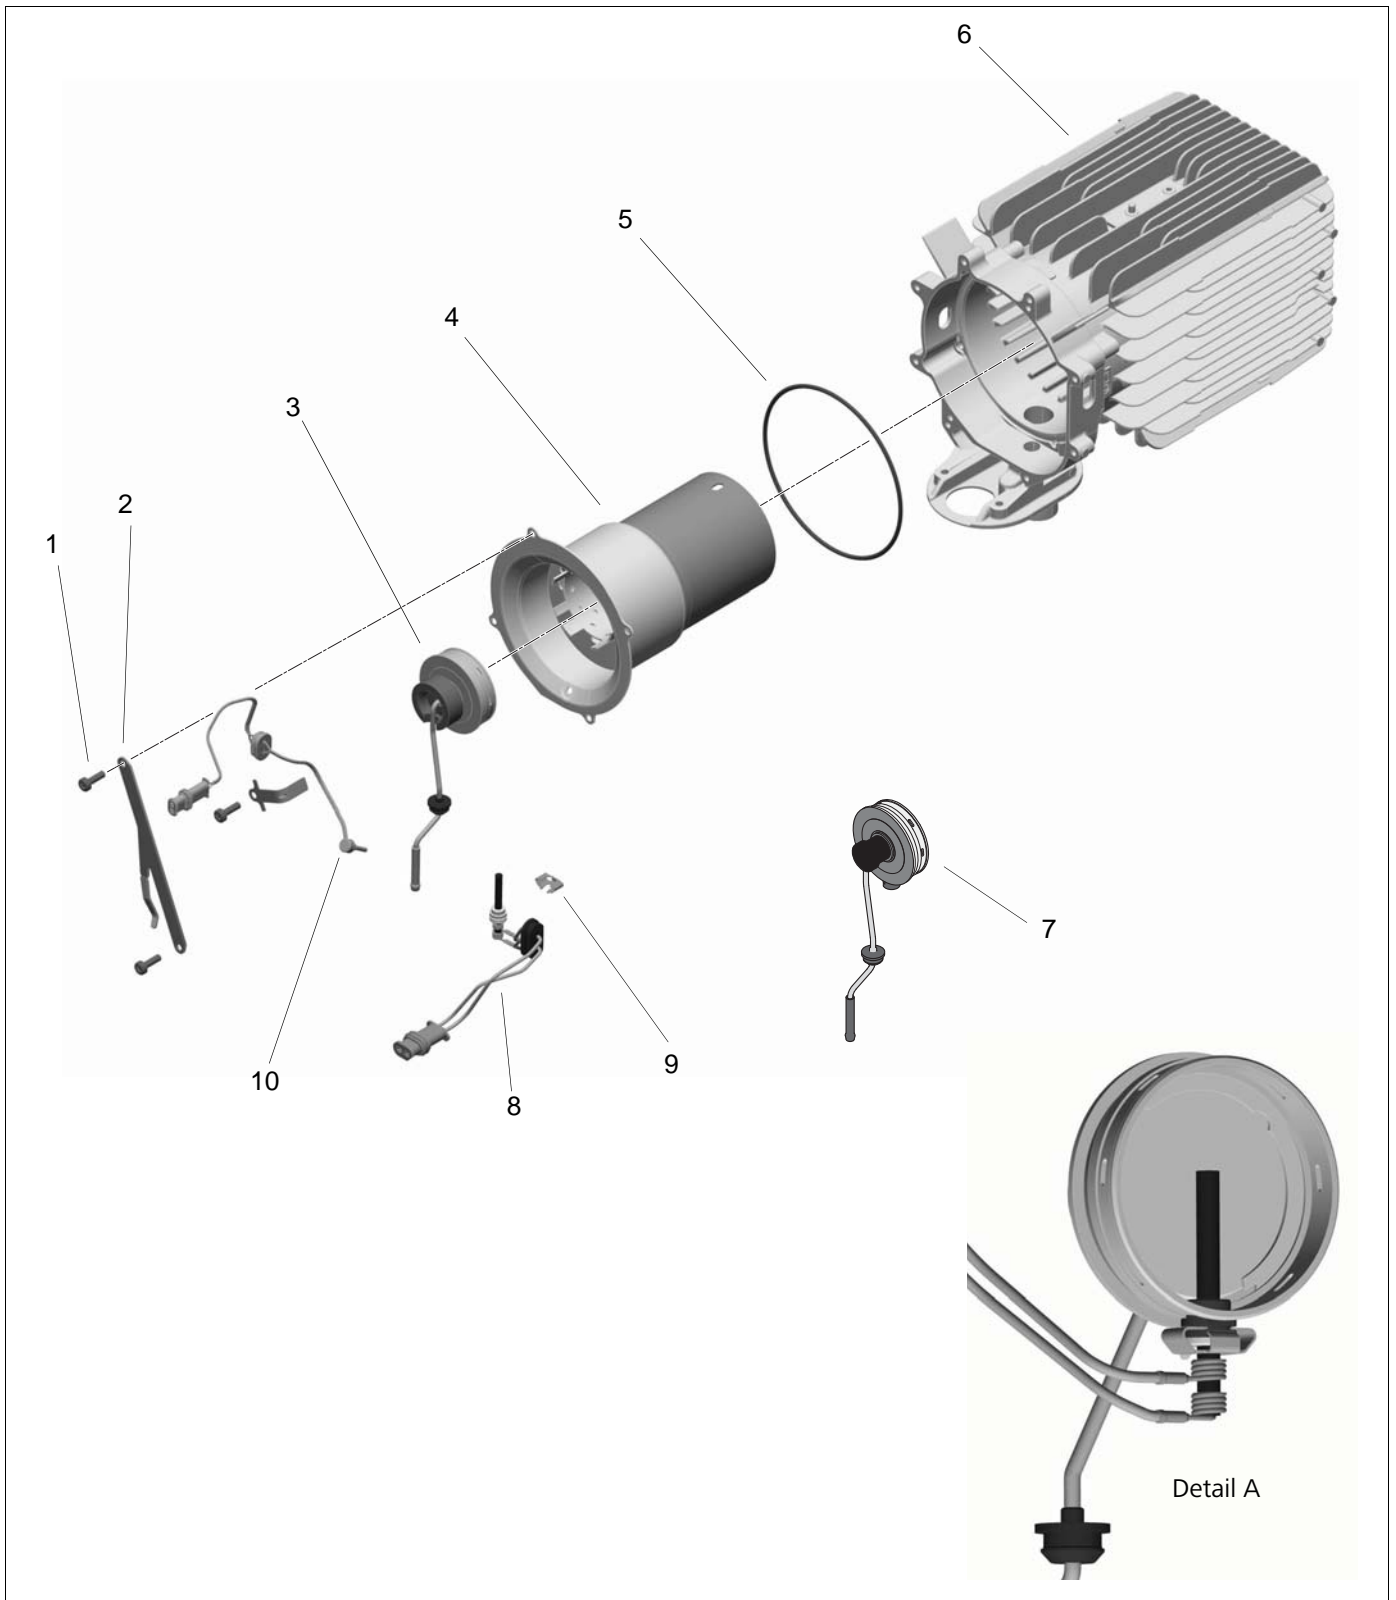

Abb. 907 Wechsel der Verdampferaufnahme, des Glühstifts, des Abgastempersensors, des Brennrohrs und des Wärmeübertragers
5. 2 Schrauben (1, Abb. 907) entfernen und Federbügel (2) abnehmen.
1. Neuen Abgastemperatursensor (10, Abb. 907) in die vorgesehene Bohrung einführen.
1. Glühstift (8, Abb. 907) in der Verdampferaufnahme (3 bzw. 7) einführen und mit Halteklammer (9) so wie in Abb. 907, Detail A befestigen.
8. 2 Schrauben (1, Abb. 907) entfernen und Brennrrohr (4) aus dem Wärmübertrager (6) herausziehen.
9. Runddichtring (5) aus dem Wärmeübertrager (6) entfernen und entsorgen.
1. Neuen Runddichtring (5, Abb. 907) in den Wärmeübertrager (6) einsetzen.
2. Brennrrohr (4) mit 2 gegenüberliegenden Schrauben (1) befestigen.
3. Schrauben (1) mit $4 \pm 0,4$ Nm anziehen.